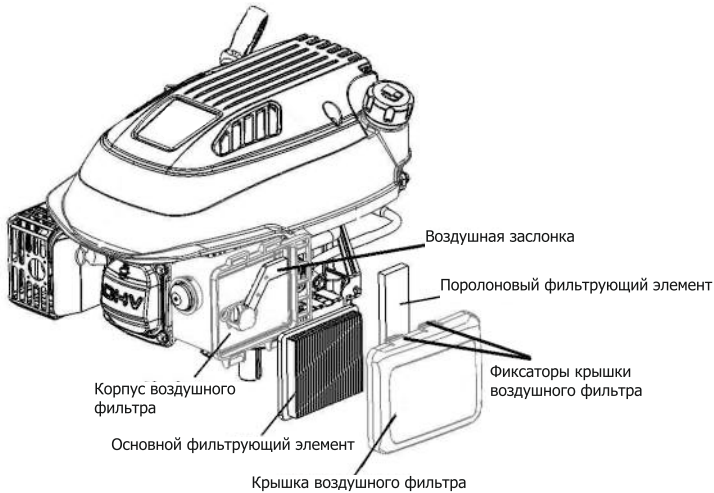

Рис. 33
- Нажмите на фиксаторы крышки воздушного фильтра и снимите ее (рис. 33).